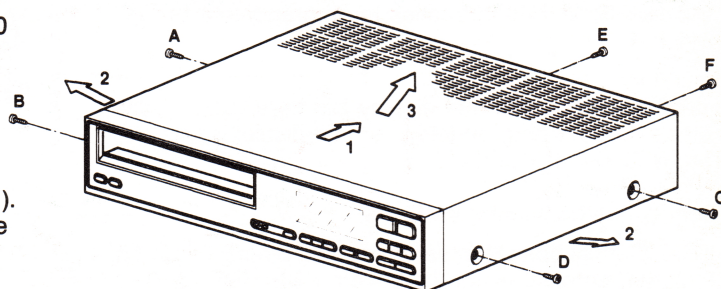

Fig. 2-1
- Verwijder de schroeven A, B, C, D, E en F (zie fig. 2-1).
- Verwijder de bovenkap, zie fig. 2.1.